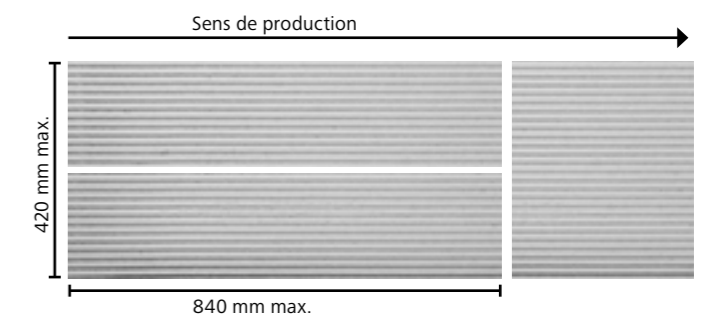

Fig. 4
- En raison du processus de fabrication et des dimensions qui en découlent, les formats sont limités pour les textures linéaires (200, 250) ainsi que pour l'application de teintes additionnelles (linéaire). Les formats verticaux avec texture horizontale ou teinte additionnelle sont possibles dans une largeur maximale de 420 mm (voir fig. 4).